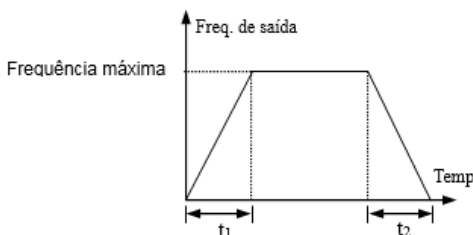

Fig.6-6 Tempo de Acel./Desacel.
* O tempo de aceleração é o tempo que o inversor leva para incrementar a frequência de zero até a frequência máxima conforme mostra a Fig.6-6 t1.
** O tempo de desaceleração é o tempo que o inversor leva para decrementar a frequência do valor máximo até zero, conforme mostra a Fig.6-6 t2.